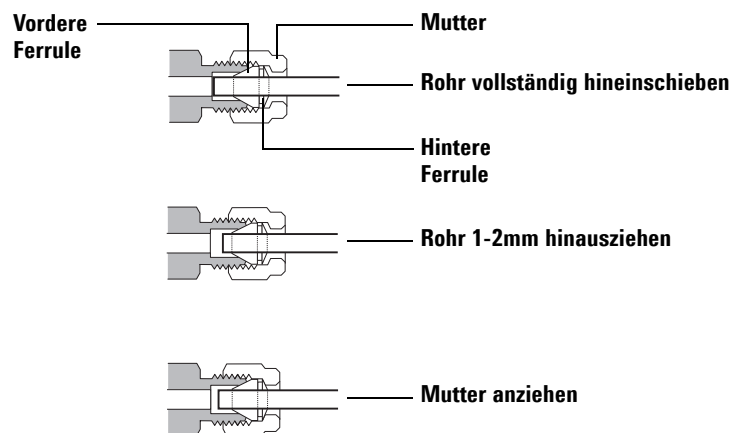

Abb. 13 Einfügen der Leitung
- 5 Schieben Sie das Rohr vollständig in den Stecker und ziehen Sie es ungefähr 1 bis 2 mm heraus (Abb. 13).